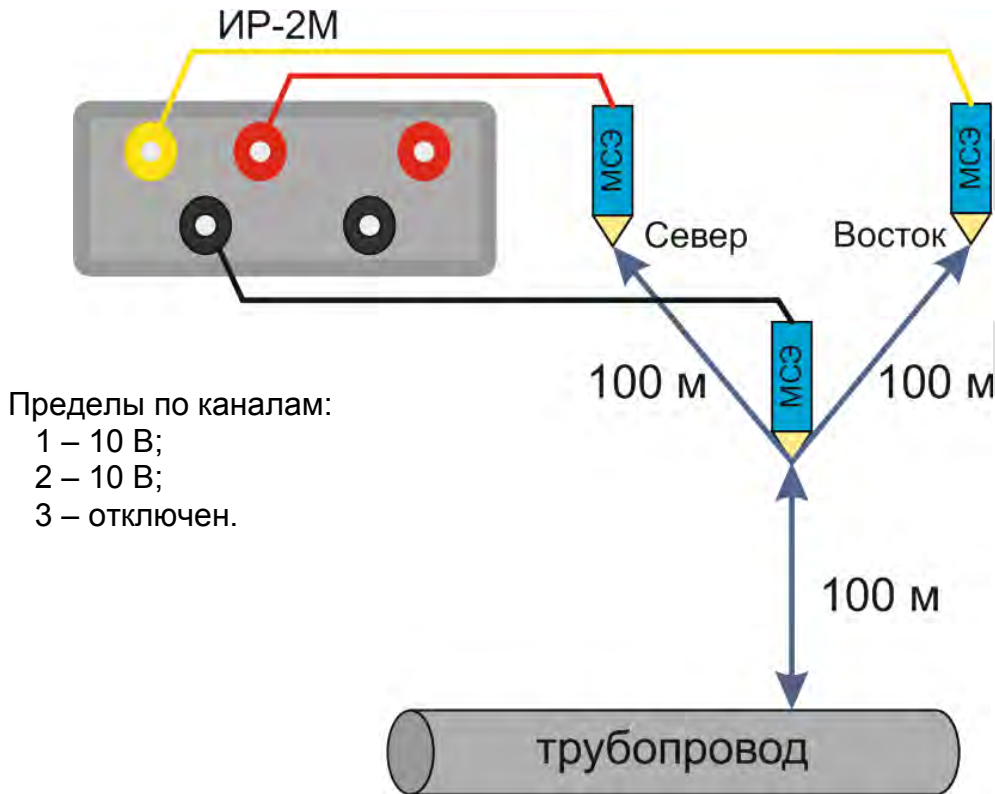

Рисунок 47 – Схема определения блуждающих токов
3.8.5.1 Для определения наличия блуждающих токов в земле измеряют градиент потенциалов между электродом, установленным на расстоянии сто метров от оси подземного сооружения и двумя электродами, установленными по двум взаимно перпендикулярным направлениям, ориентированным по сторонам света (север и восток – положительные направления), на ста метрах от первого электрода (рисунок 47).